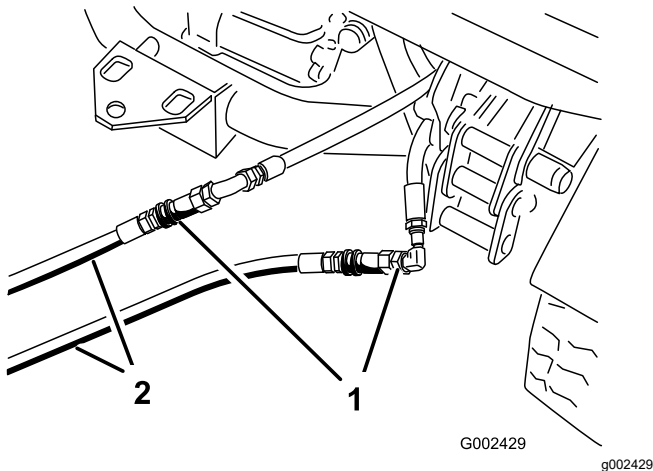

Bild 72
- Schließen Sie an der defekten Maschine die beiden Überbrückungsschläuche an die Schläuche an, die abgeschlossen wurden (Bild 72).